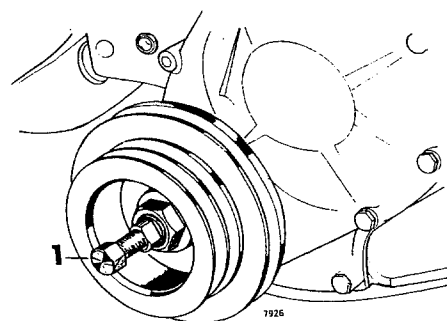

Fig 01-51. Borttagning av vevaxelns remskiva
5. Ta bort vevaxelns remskiva, se fig 01-51. Innan avdragaren anbringas måste dess stora mutter skruvas tillbaka, så att konan inte är spänd. Centrumskraven skruvas också tillbaka.